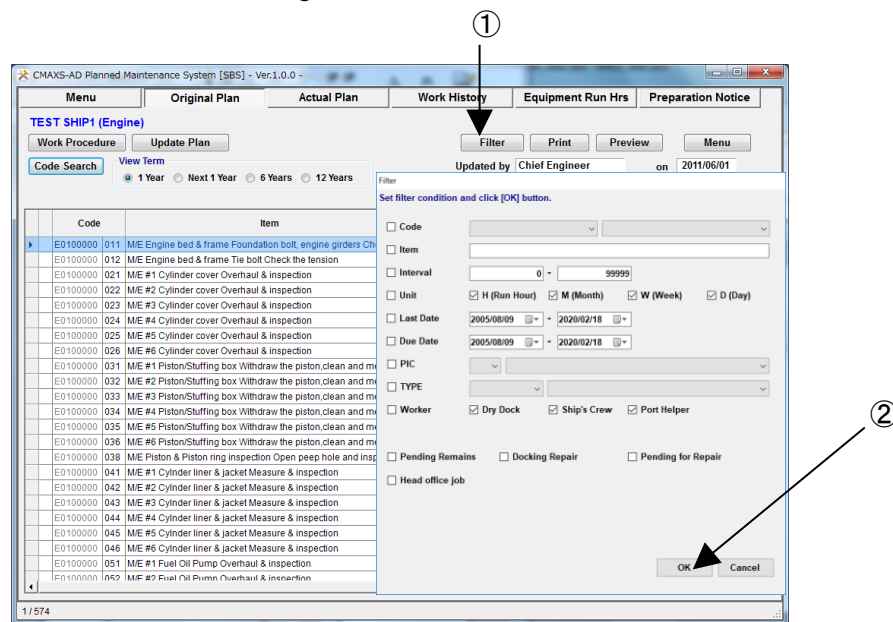

図 16-2 Original Plan 画面
- (1) “Original Plan”画面(図 16-2)で、[Filter]ボタンを選択してください。
- (2) “Filter”画面が表示されますので、抽出条件を選択/入力し、[OK]ボタンをクリックしてください。同時に複数の条件を設定することができます。
- (3) 上記(2)で設定した条件下で、“Original Plan”画面が表示されます。